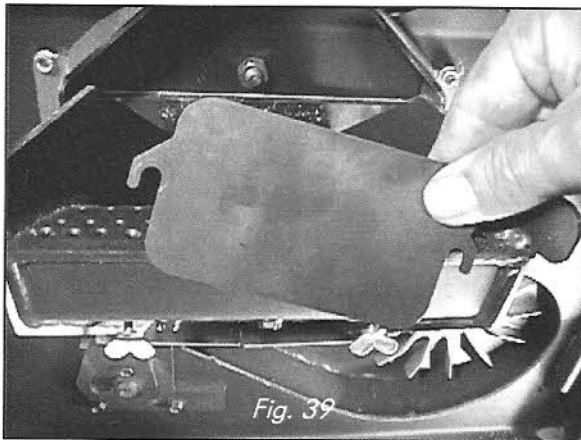

Fig. 39
3. Faire glisser le couvercle de la trappe de visite (Fig. 39) pour accéder à l'intérieur du brûleur. (Fig. 40)